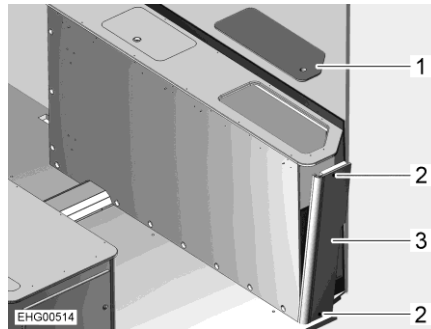

Fig. 136 Coffre de banquette droit
- Retirer le couvercle de service (Fig. 136,1).
- Dévisser 2 vis (Fig. 136,2).
- Passer la main dans le coffre de banquette par le haut et presser légèrement la paroi latérale (Fig. 136,3) vers l'extérieur.